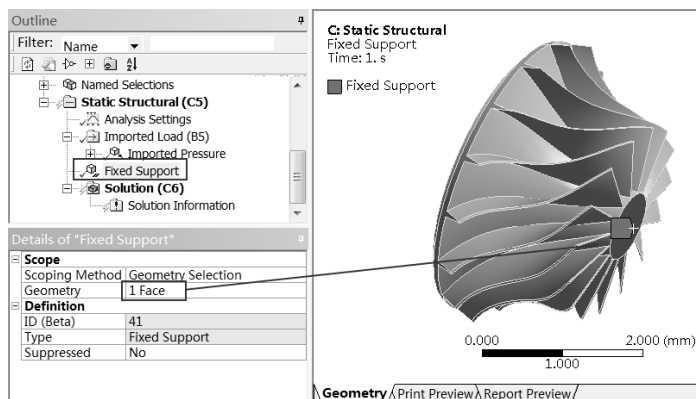

图 17-89 固定约束
Step13：如图 17-89 所示，选择叶轮的中心轮毂圆面，在 Details of “Fixed Support” 面板的 Geometry 栏上显示 1 Face，表明叶轮的中心轮毂圆面被选中。